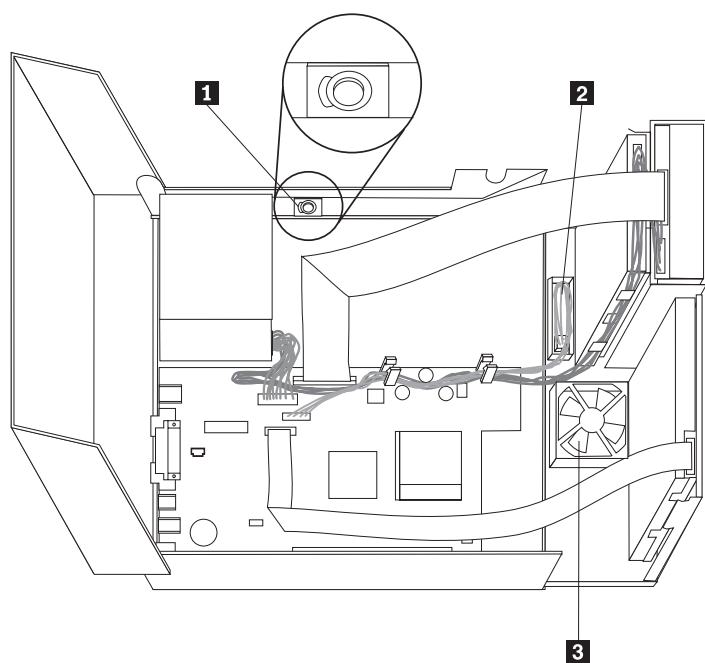

Figura 1. Altavoz, ventilador y conjunto del botón y LED de encendido
4. Localice el altavoz **1**. Consulte el apartado Figura 1 en la página 45.
5. Levante la pestaña y deslice hacia afuera el conjunto del botón y LED de encendido **2**. Consulte el apartado Figura 1 en la página 45.
2. Gire el conjunto de las bahías de unidades hacia arriba para poder acceder al conjunto del ventilador **3**. Consulte el apartado Figura 1 en la página 45.